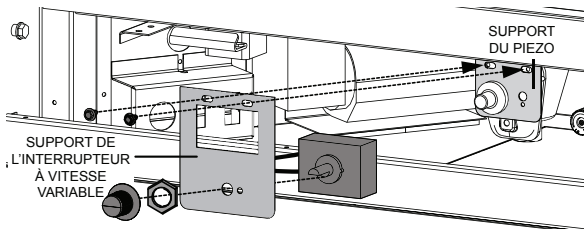

Fig. 3
- Installez le support IVV puis fixer en place utilisant les deux vis précédemment enlevées, Figure 3. Pour installer l'IVV le support de l'interrupteur à vitesse variable doit être installé, enlever les deux vis du support du piezo.
- L'interrupteur à vitesse variable (IVV) doit être démonté pour être fixé au support IVV pour l'installation. Placez l'IVV entre le support puis fixer utilisant la rondelle de blocage. Prenez le bouton de l'interrupteur et installez-le en position, voir la Figure 3.